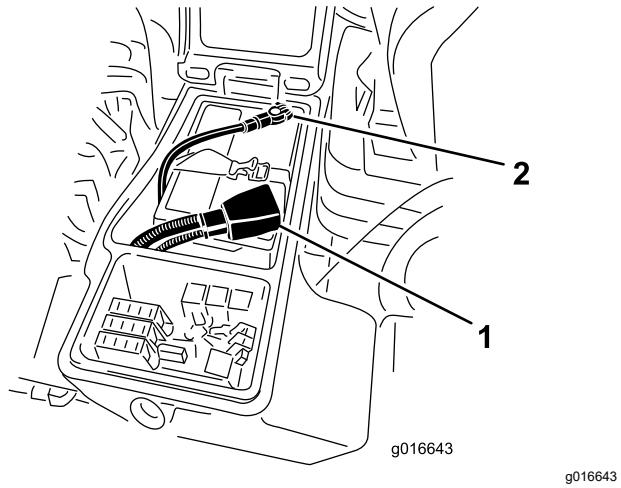

Bild 62
6. Klemmen Sie das Pluskabel (Rot) am Pluspol (+) der Batterie und das Minuskabel (Schwarz) am Minuspol (-) der Batterie an (**Bild 62**).